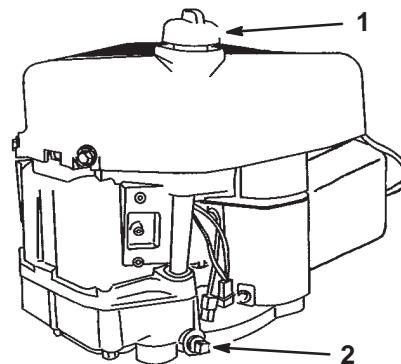

Bild 17
3. Reinigen Sie den Bereich um den Ölpeilstab herum (Bild 17), damit kein Schmutz in den Einfüllstutzen gelangen und so den Motor beschädigen kann.
4. Stellen Sie ein Auffanggefäß unter die Verschluss-schraube (Bild 17) und entfernen die Schraube.